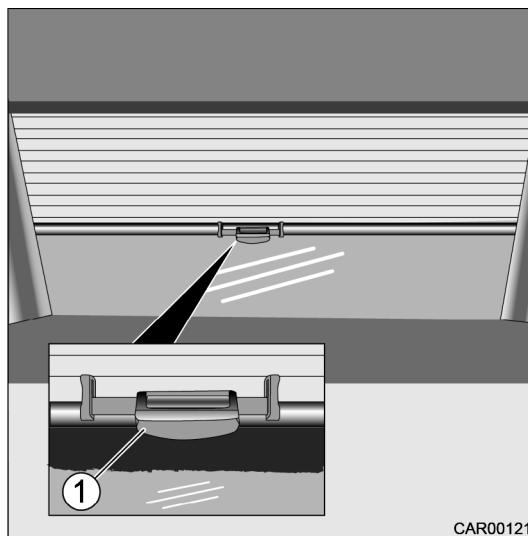

Fig. 80 Store occultant plissé de pare-brise
1. Débloquer le store occultant avec la poignée de déverrouillage (Fig. 80/1) et le tirer vers le bas.